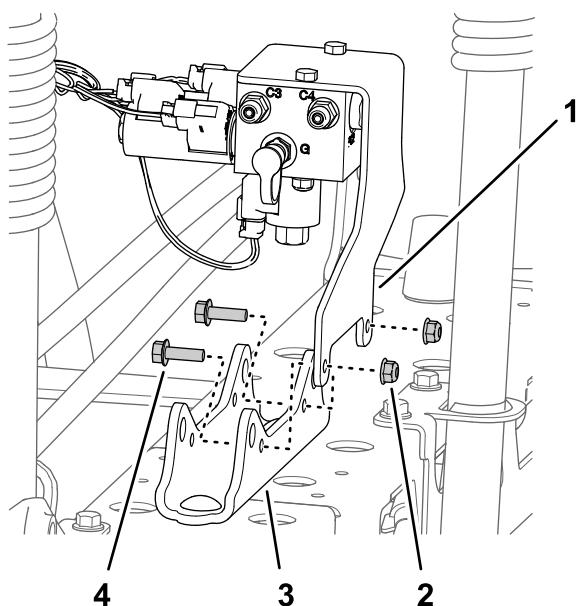

Figura 41
- Per le macchine senza kit di allineamento delle barre Ultra Sonic Boom opzionale:** rimuovete i 2 dadi di bloccaggio flangiati (5/16") e 2 bulloni a testa flangiata (5/16" x 1") che fissano la staffa di supporto per il collettore di sollevamento delle sezioni al supporto del cilindro e separate il collettore e la staffa dal supporto del cilindro (Figura 41).